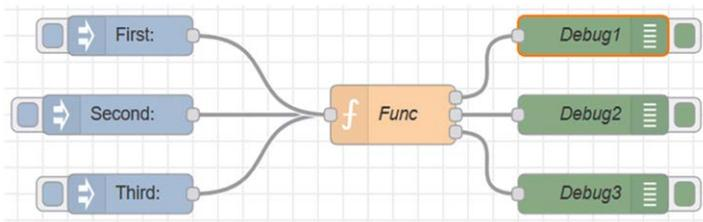

Figure 4.34 Joindre tous les nœuds
- Joindre les 7 nœuds comme indiqué dans la figure 4.34, cliquez sur Déployer